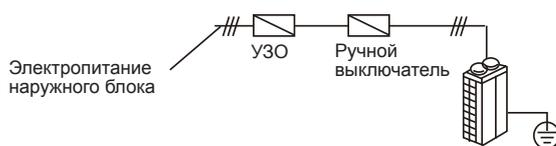

Рис. 6-1
- ❖ Все внутренние блоки, входящие в систему (то есть все внутренние блоки, присоединенные к одному и тому же комплекту наружных блоков) должны быть подключены к одной силовой цепи с общей линией электропитания, выключателем остаточного тока, устройством защитного отключения (защитным выключателем замыкания на землю) и ручным выключателем, как показано на рис. 6-1. Не следует устанавливать отдельные защитные устройства и ручные выключатели для каждого внутреннего блока. Все внутренние блоки в системе должны включаться и выключаться одновременно. Это необходимо потому, что если работающий внутренний блок внезапно выключится, а наружные блоки будут продолжать работать, то испаритель выключившегося блока замерзнет, поскольку хладагент будет продолжать течь к этому блоку (расширительный клапан которого будет открыт), а вентилятор будет выключен. Продолжающие работать внутренние блоки не будут получать достаточное количество хладагента, поэтому эффективность их работы снизится. Кроме того, жидкий хладагент, возвращающийся от выключенного блока непосредственно в компрессор, создаст гидравлический удар, который может повредить компрессор.